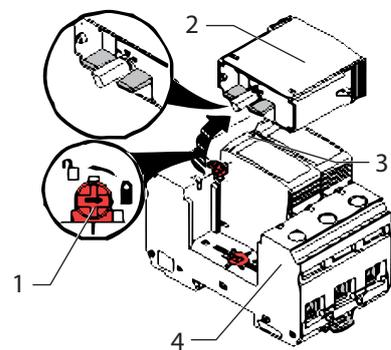

Bild 50: DC-Überspannungsschutz
1. Einzelne Module über die Statusanzeige prüfen (Pos. 3 in Bild 50).